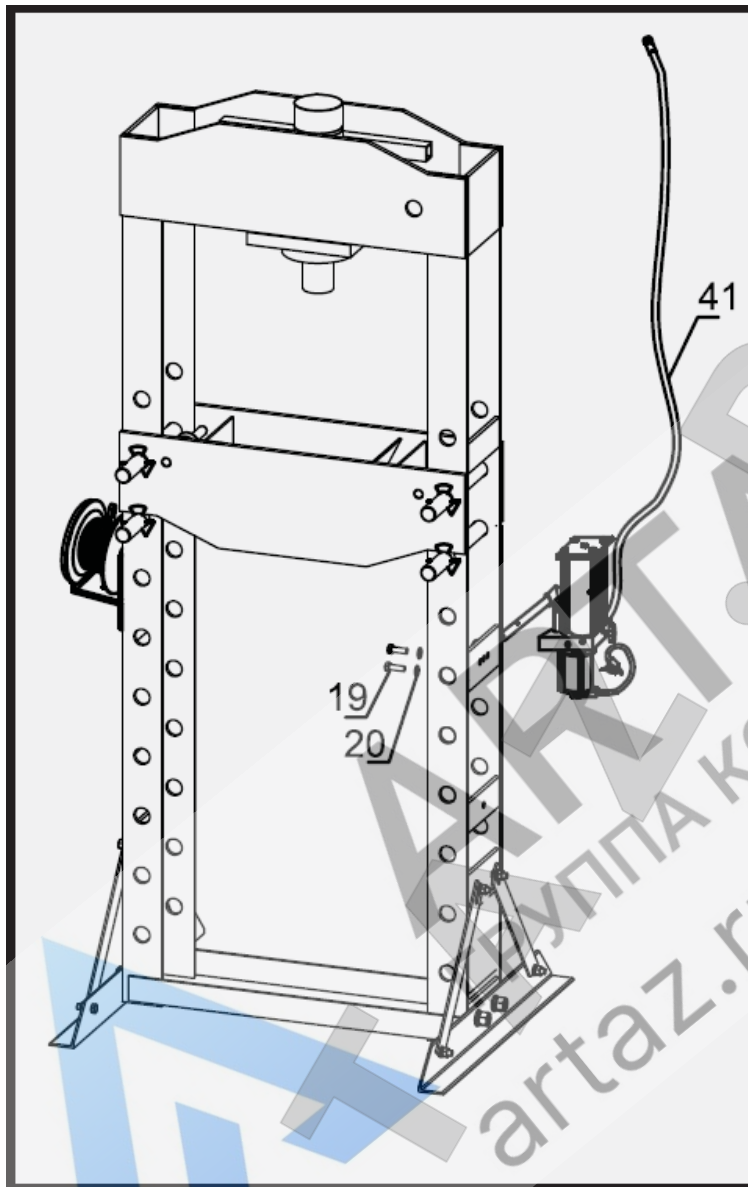

Рис. 4
5. Закрепите насос (41) на стойке рамы болтами (19) с шайбами (20). См. рис. 4.